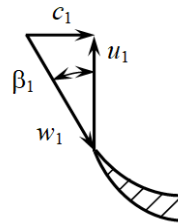

Рис. 1. Треугольник скоростей газа на входе в рабочее колесо компрессора
1. При частоте вращения ротора $n = 160\,000$ об/мин абсолютная скорость воздуха на входе в лопатки центробежного компрессора равна $c_1 = 140$ м/с. Определить окружную скорость воздуха на входе в лопатки компрессора на диаметре колеса на входе, равном $d = 37$ мм, а также угол между вектором относительной скорости и вектором окружной скорости. Схема течения (треугольник скоростей) воздуха на входе в колесо показана на рис. 1.